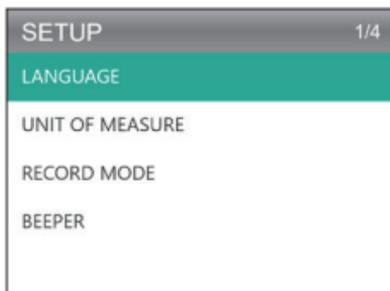

図 8.1.2
1. [設定] を選択し、[OK] を押してサブメニューを表示します。（図 8.1.2 を参照）